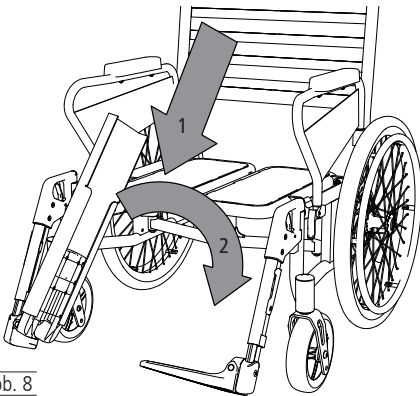

Abb. 8
2. Stecken Sie das Fußbrett vollständig auf die nach oben geklappte Fußplatte (1, Abb. 8) und schwenken Sie das Fußbrett dann nach unten (2, Abb. 8), bis die Aussparung auf der gegenüberliegenden Seite die Fußplatte komplett abdeckt.